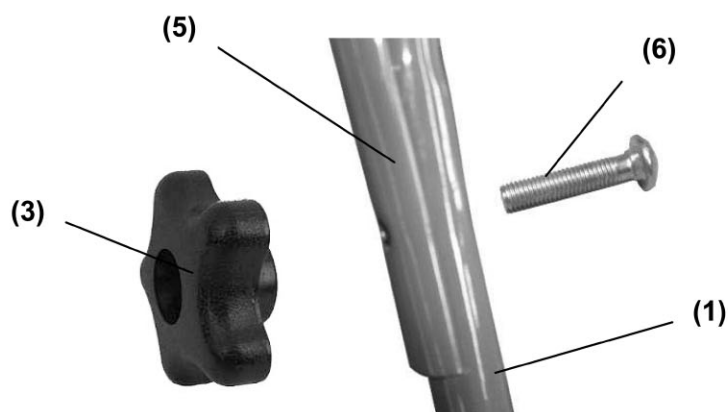

Fig. 3
- > Rett så inn det øvre håndtaket (5) med det nedre. Rett inn hullene og monter håndtaket (5), monter den lange skruen (6) gjennom hullene som det ble gjort på det nedre håndtaket (1) når det ble montert til festet. (Fig.3) .